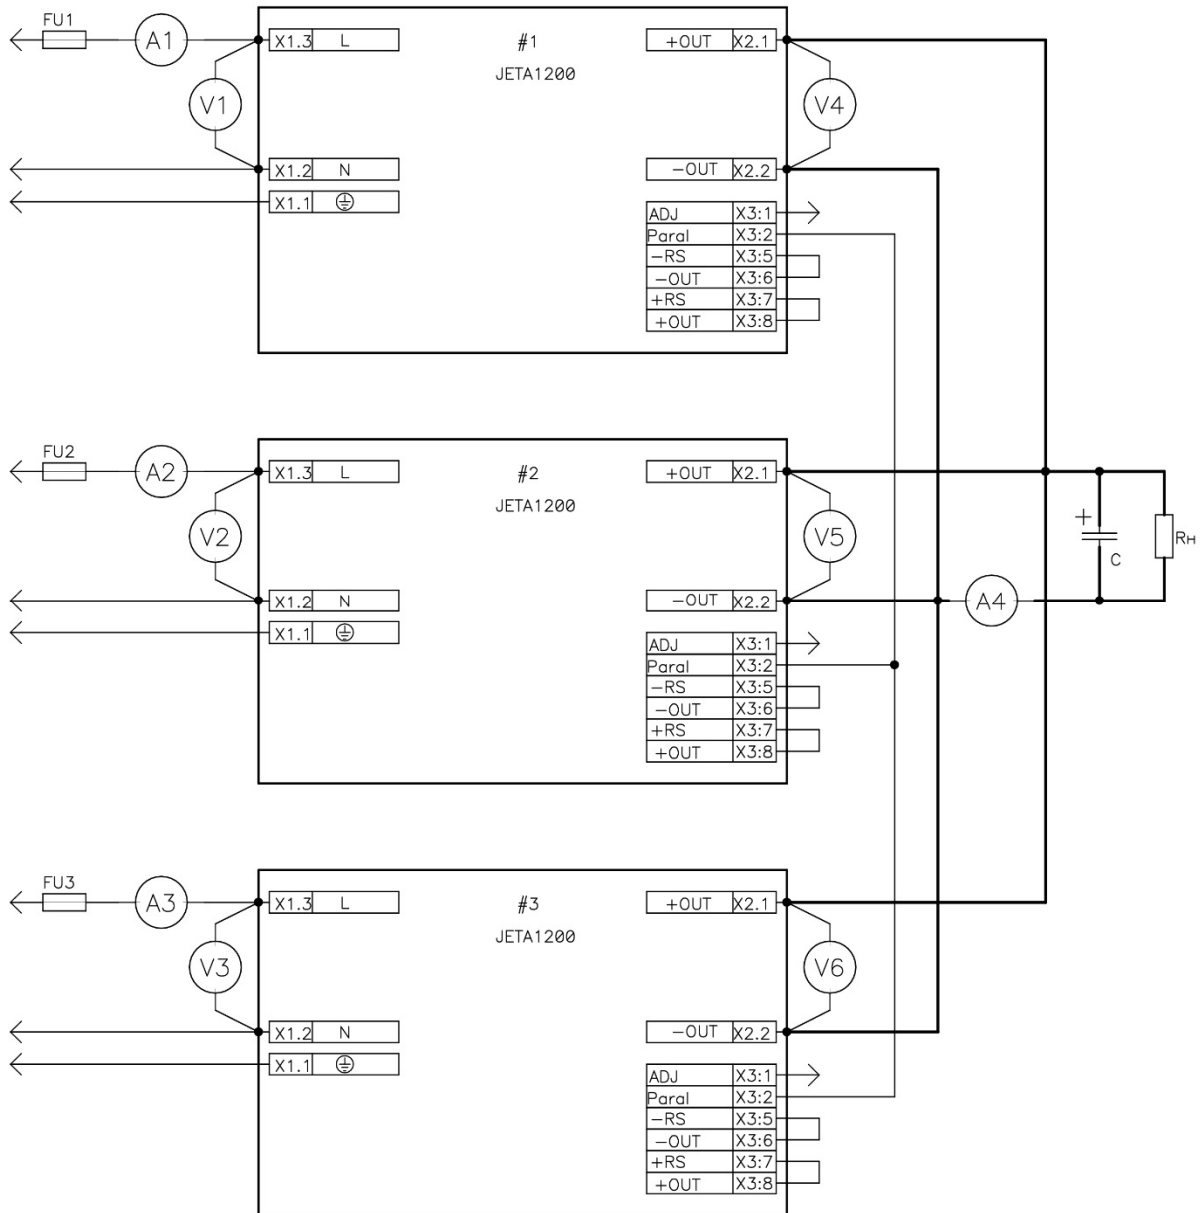

Рис. 6: Схема наращивания выходной мощности с помощью функции параллельной работы.
- В случаях, когда построение резервированной системы не нужно, а необходимо только нарастить выходную мощность возможно использование схемы как изображено на рис. 6.
- При использовании схемы как на рис. 6 необходимо тщательно проверить все режимы, которые необходимо обеспечить в аппаратуре, на предмет устойчивой работы. С точки зрения устойчивости работы, схемы с разделительными диодами являются более предпочтительными.